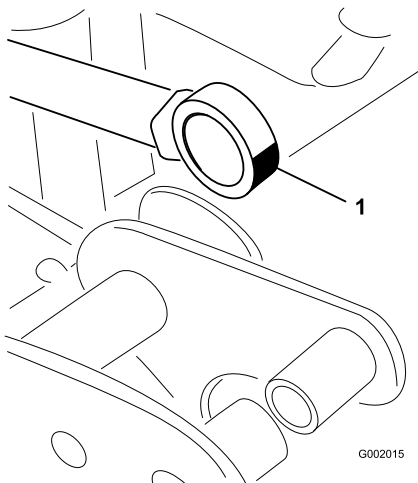

Figure 65
5. Manipulez le côté roulement de la tige de vérin et appliquez de la graisse dans le roulement (Figure 65).